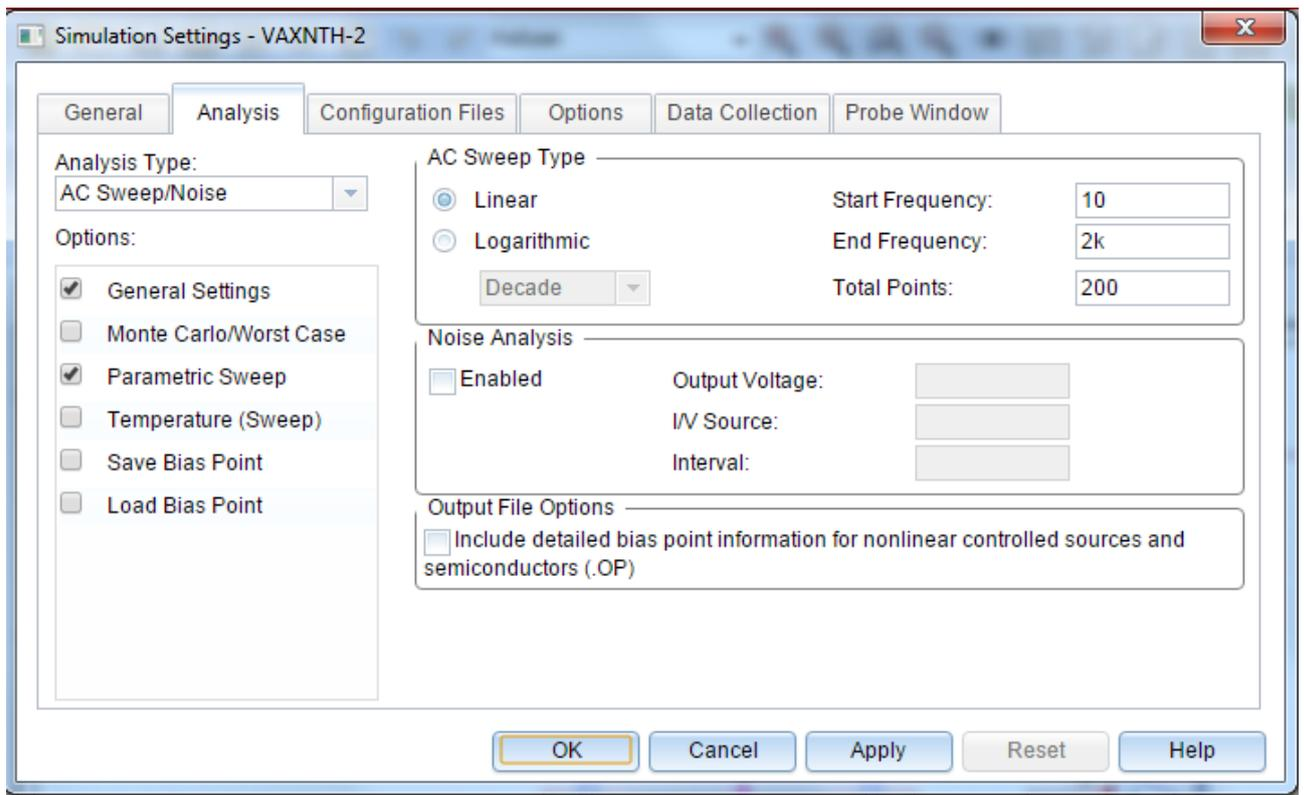
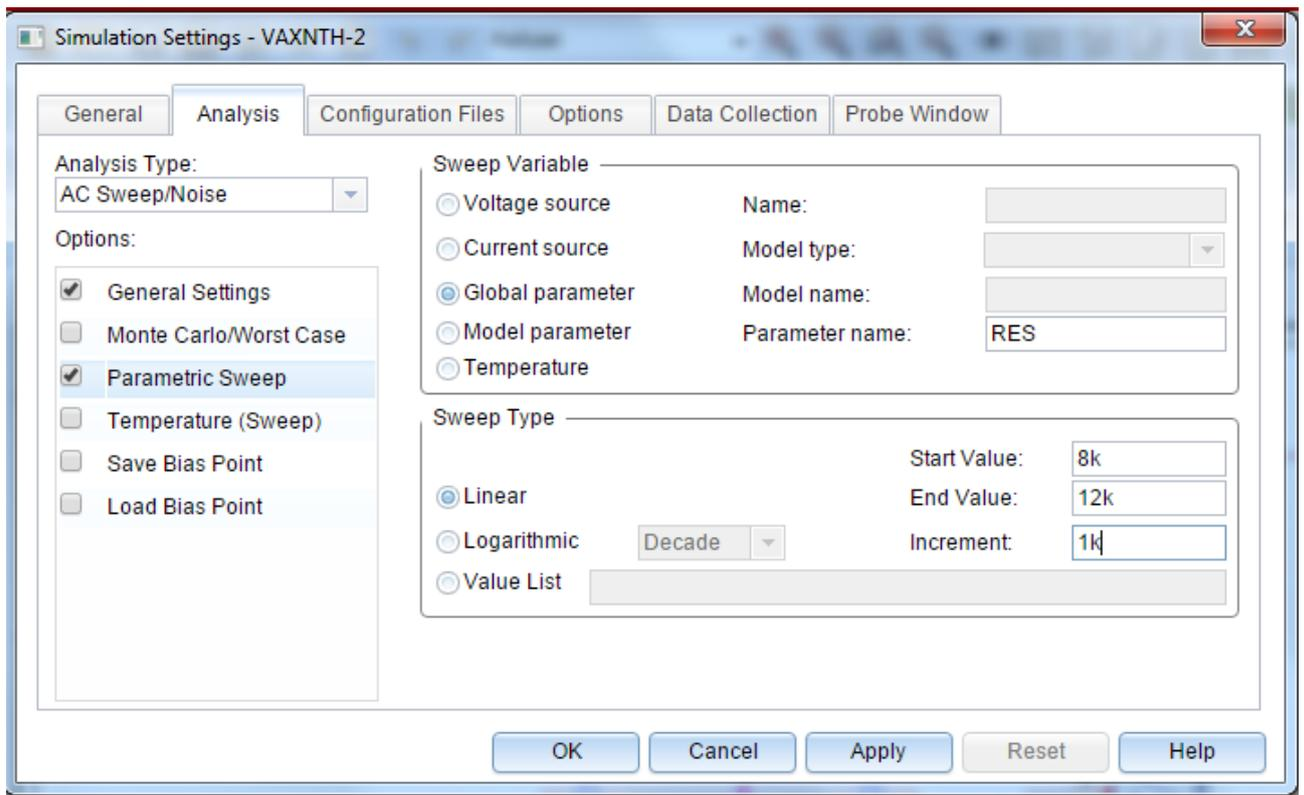

Рис. 2.29. Первичная развертка по частоте
Рис. 2.30. Вторичная параметрическая развертка по глобальному параметру RES
6. Устанавливаем новый профиль моделирования VAXNTH-2. Профиль моделирования содержит первичную развертку по частоте (рис. 2.29) и вторичную параметрическую развертку по глобальному параметру RES от 8 кОм до 12 кОм с инкрементом 1 кОм (рис. 2.30).